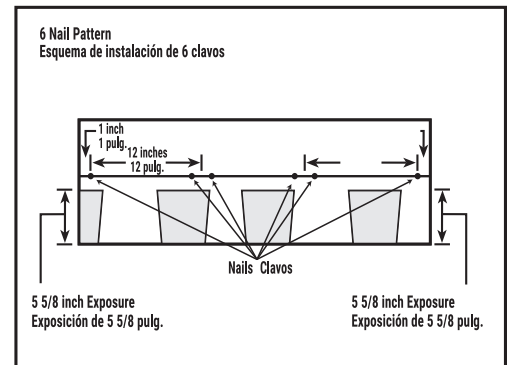

Fig. 4B Mansard or Steep Slope Fastening Pattern
- All shingles installed on the perimeter of the roof must be hand-sealed with four 1 inch dabs of ASTM D4586-compliant asphalt cement. (See Fig. 4B)
- Todas las tejas instaladas en el perímetro del techo deben sellarse a mano con cuatro toques de 1 pulgada de cemento asfáltico que cumpla con la norma ASTM D4586. (consulte la Fig. 4B).
Place fasteners 6 $\frac{1}{8}$ inches from bottom edge to penetrate both layers of the shingle. Fasteners should be located 6 $\frac{1}{8}$ inches above the butt edge of the shingle, regardless of whether they are in the granules or the fastening area. See **Fig. 4B**.
REQUIRED: For slopes exceeding 60 degrees or 21 inches per foot, install 6 fasteners and 4 spots of asphalt roof cement under each shingle tab, centered 2 inches up from the bottom edge of the shingle tab. Center asphalt roof cement 2 inches up from bottom edge of shingle tab. See **Fig. 4B**.
Coloque los sujetadores a 6 $\frac{1}{8}$ pulg. del borde inferior para asegurar ambas capas de la teja. Los sujetadores deben colocarse a 6 $\frac{1}{8}$ pulgadas por encima del extremo inferior de la teja, sin importar si es sobre los granulos o el área de sujeción SureNail® Technology. Ver la **Fig. 4B**.
REQUISITOS: En el caso de las pendientes que superen los 60 grados o 21 pulgadas por pie, utilice seis sujetadores y cuatro puntos de cemento asfáltico para techos por teja. Aplique inmediatamente un punto de cemento asfáltico para techos de 1 pulgada de diámetro debajo de cada lengüeta de las tejas. Coloque el cemento asfáltico para techos a 2 pulgadas del borde inferior de la lengüeta de la teja. Ver la **Fig. 4B**.